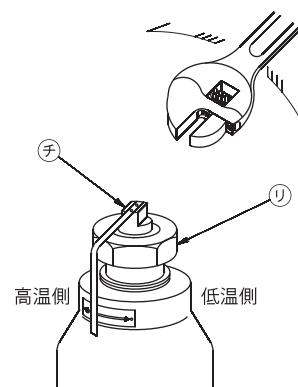

図3 温度調整部の外観図
- (1) 冷水入口①から入って来た冷水は②点で二方向に分かれ、一方は KFR3 型混合弁の冷水入口③及びダイヤフラム室上部④に接続され、他の一方は QQS3 型熱交換器のコイル入口⑤から入り熱交換されて高温水となりコイル出口⑥から出て混合弁の高温水入口⑦に接続されます。
- (2) 温水が使用されるまでは KFR3 型混合弁はばねによって閉弁しておりますが、温水が使用され始めると冷水入口①の冷水圧力と温水出口⑧の吐出圧力との差圧を KFR3 型混合弁のダイヤフラム室④、⑤で検出し、自動的に弁開度を調整し、冷水と高温水との混合割合を変えて希望する温度の温水を KFR3 型混合弁の温水出口⑧から使用箇所に送ります。
- (3) 一方、蒸気は QQS3 型熱交換器の蒸気入口⑨から熱交換器内に入りコイル内の冷水と熱交換を行い、ドレンとなって BFF27 型多量トラップの出口⑩から排出されます。
- (4) 設定温度はロックナット① (図3参照) を 1/4 回転程度緩めて調節プラグ②を高温側又は低温側に回すことにより、容易に上昇又は下降できます。温度設定後はロックナット①をしっかり締めます。
- (5) 本装置は全く機械的に高温水と冷水の混合量を変える機構のため、冷水温度が大幅に変化しますと装置出口の温水温度も若干変化します。通常は冷水温度の変化は大きくないので、温水温度はほとんど影響を受けないとみて差し支えありません。ただし、夏と冬とでは冷水温度の変化が大きくなりますので、温度設定を変える必要がある場合もあります。
温度調整要領 約 $2 \sim 3\text{m}^3/\text{h}$ の温水を流したままロックナット⑧を $1/4$ 回転程度緩めて温度計を見ながら、調節プラグ⑨を少しずつ左右に回してください（温度を下げる際は上から見て反時計方向に、温度を上げる際は時計方向に回します。図3参照）。温度設定後は調節プラグ⑨を固定しながらロックナット⑧を再びしっかり締めてください。
- (5) 以上で調整は終わりました。温水使用量が変化しても自動的に一定温度の温水が得られますから、設定温度を変更する場合を除いて調整する必要はありません。
- (6) 運転停止時は蒸気止め弁⑤を閉じてください。